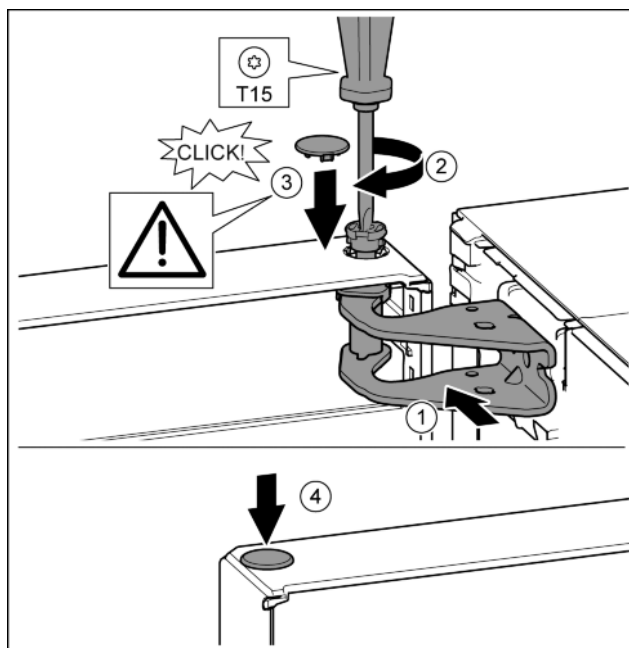

Fig. 20
- Вирівняйте дверцята зверху по отвору в опорному кронштейні. Fig. 20 (1)
- Вставте палець та закрутіть за допомогою викрутки T15. Fig. 20 (2)
- Встановіть захисну кришку для захисту дверцят: вставте захисну кришку і проконтролюйте, щоб вона прилягала до дверцят. Якщо це не так, повністю вставте палець. Fig. 20 (3)
- Вставте пробку. Fig. 20 (4)